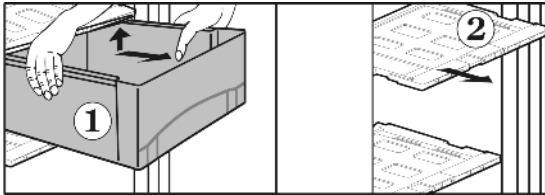

Fig. 16
- ▶ Sortir les tiroirs Fig. 16 (1) jusqu'à la butée.
- ▶ Une fois les tiroirs sortis, faire déclipser le couvercle de tiroir Fig. 16 (2) avec régulateur d'humidité vers le haut et les enlever par devant.